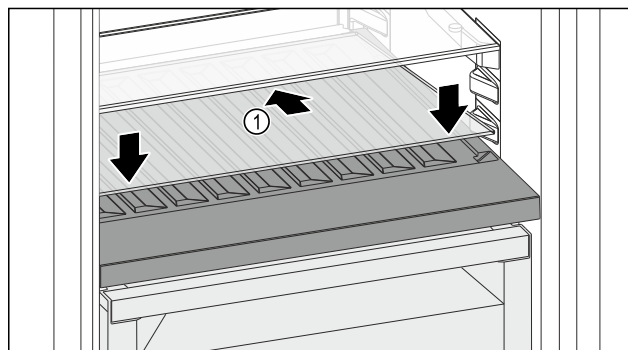

Fig. 110
- Placer la plaque de verre Fig. 110 (1) en biais et inclinée vers le bas.
- Abaisser l'avant de la plaque de verre Fig. 110 (1).